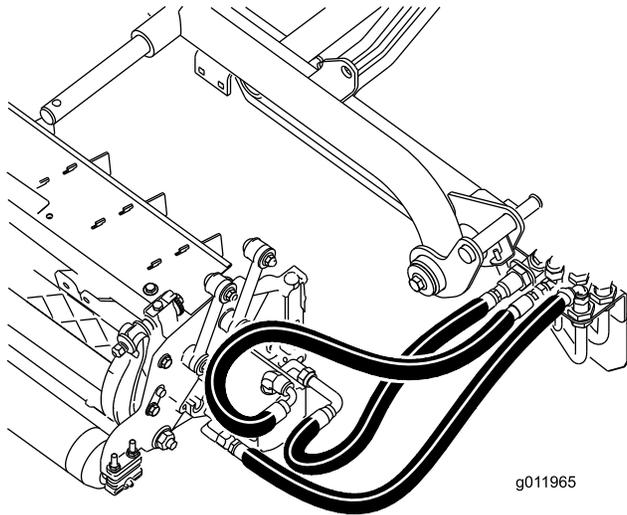

図 21
**重要** ホースが折れたりひねられたり強く曲げられたりしていないことを確認してください。図 21 のようなルートが適切です。カッティングユニットを上昇させ、左にスライドさせてください。モデル 03171。後カッティングユニットのホースが走行ケーブルブラケットに当たらないことを確認し、必要に応じて接続部やホースの位置を再調整してください。